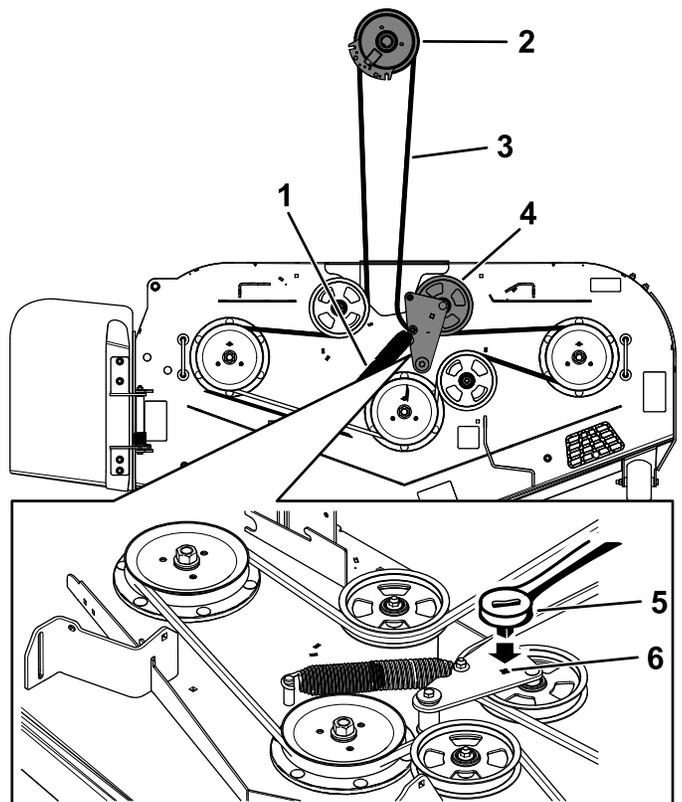

Bild 58
8. Setzen Sie eine $\frac{3}{8}$ " Ratsche in das rechteckige Loch im Spannarm ein, um die Spannung an der Spannscheibenfeder zu lösen (Bild 58).
10. Nehmen Sie die Riemenschutzvorrichtung am gefederten Spannarm ab (Bild 58).
12. Verlegen Sie den neuen Riemen um die Mähwerk- und Bremsspannscheiben unter dem Motor (Bild 58).
13. Legen Sie die Riemenführung auf den Spannarm (Bild 58).
14. Setzen Sie die Spannscheibenfeder mit Hilfe der $\frac{3}{8}$ " Ratsche im rechteckigen Loch ein (Bild 58).